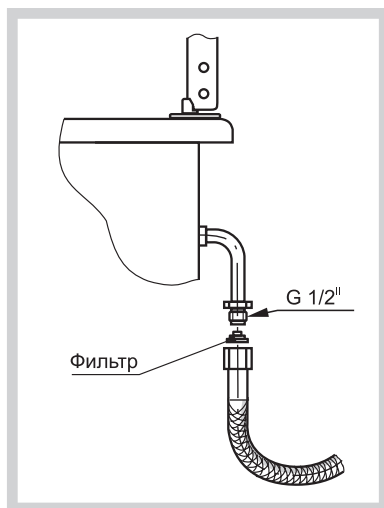

Рис.13
- выбранный шланг должен иметь документ, указывающий дату изготовления, срок службы и замены, и установлен в соответствии с рис. 13;